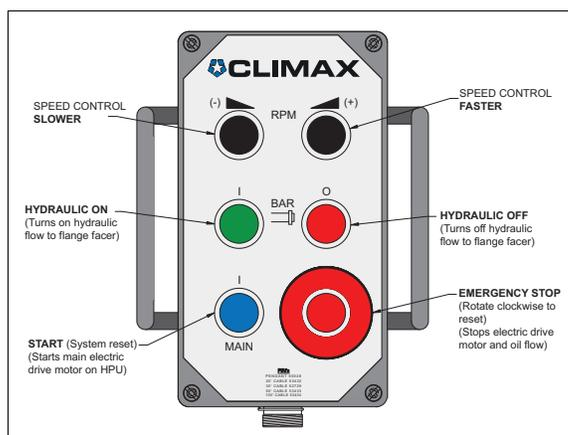

FIGURA 4-3. UBICACIÓN DE LOS CONTROLES DE ROTACIÓN HIDRÁULICA
6. Sitúe el botón de ajuste de la velocidad de avance al mínimo o al ajuste deseado, si lo conoce (Figura 4-3).
7. Encienda el avance y ajuste la velocidad de avance para el corte deseado (Figura 4-3).